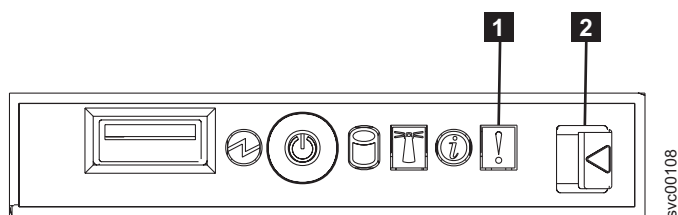

図 218. SAN ボリューム・コントローラー 2145-8F4 オペレーター情報パネル
5. オペレーター情報パネルの解放ラッチ (図 218 の **2**) を押し、オペレーター情報パネルをスライドさせて SAN ボリューム・コントローラー 2145-8F2 から離します。